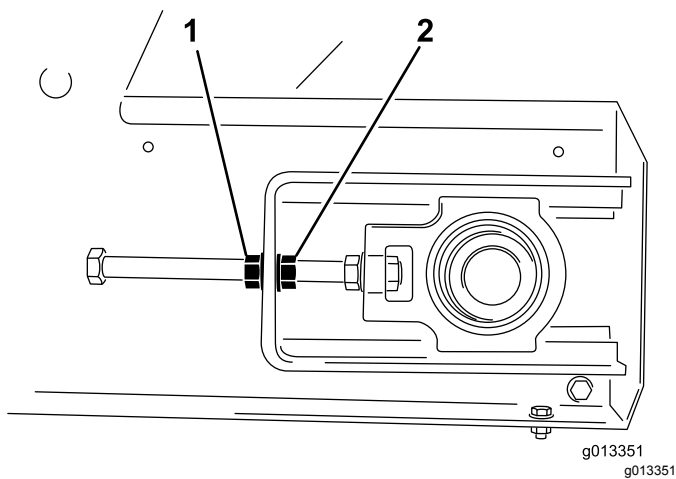

图55
4. 使用 2 把扳手保持张紧装置杆的端头不动然后拧松距离杆端头最近的锁紧螺母 图 55。
3. 输送带偏向哪一侧就保持住那一侧的张紧器杆不动然后松开锁紧螺母并上紧调节螺母 2 个面图55。